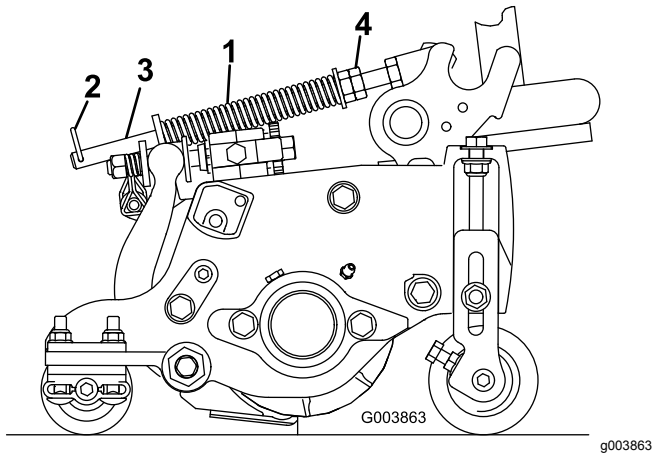

Bild 21
Die Rasenkompensierungsfeder (Bild 21) verlagert das Gewicht von der Front- zur Heckrolle. Dies reduziert ein Bobbing genanntes Wellenmuster auf der Grünfläche.
1. Stellen Sie sicher, dass der Lastösenbolzen in das hintere Loch in der Federstange eingesetzt ist (Bild 21).
2. Ziehen Sie die Sechskantmutter vorne an der Federstange an, bis die komprimierte Länge der Feder 15,9 cm beträgt, siehe Bild 21.